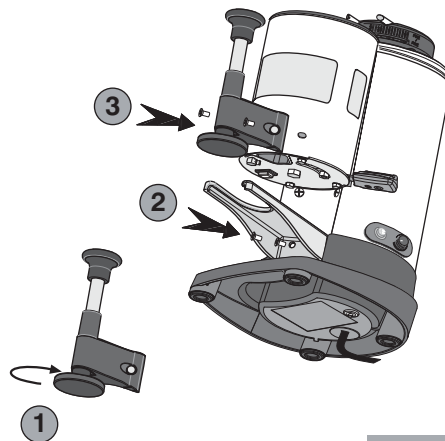

Fig. 10
- 2** Seleccionar el diámetro del prensador apto (53, 54,5 o 57,5 mm) para el portafiltro de la máquina para café en su poder y fijarlo a la varilla del prensador telescópico (1, Fig. 10).
- 3** Posicionar la horquilla de apoyo larga suministrada junto con el prensador telescópico y fijarla utilizando los mismos tornillos de fijación de la horquilla corta desmontada anteriormente (2, Fig. 10).
- 4** Posicionar el prensador telescópico y fijarlo utilizando los tornillos en dotación (3, Fig. 10).